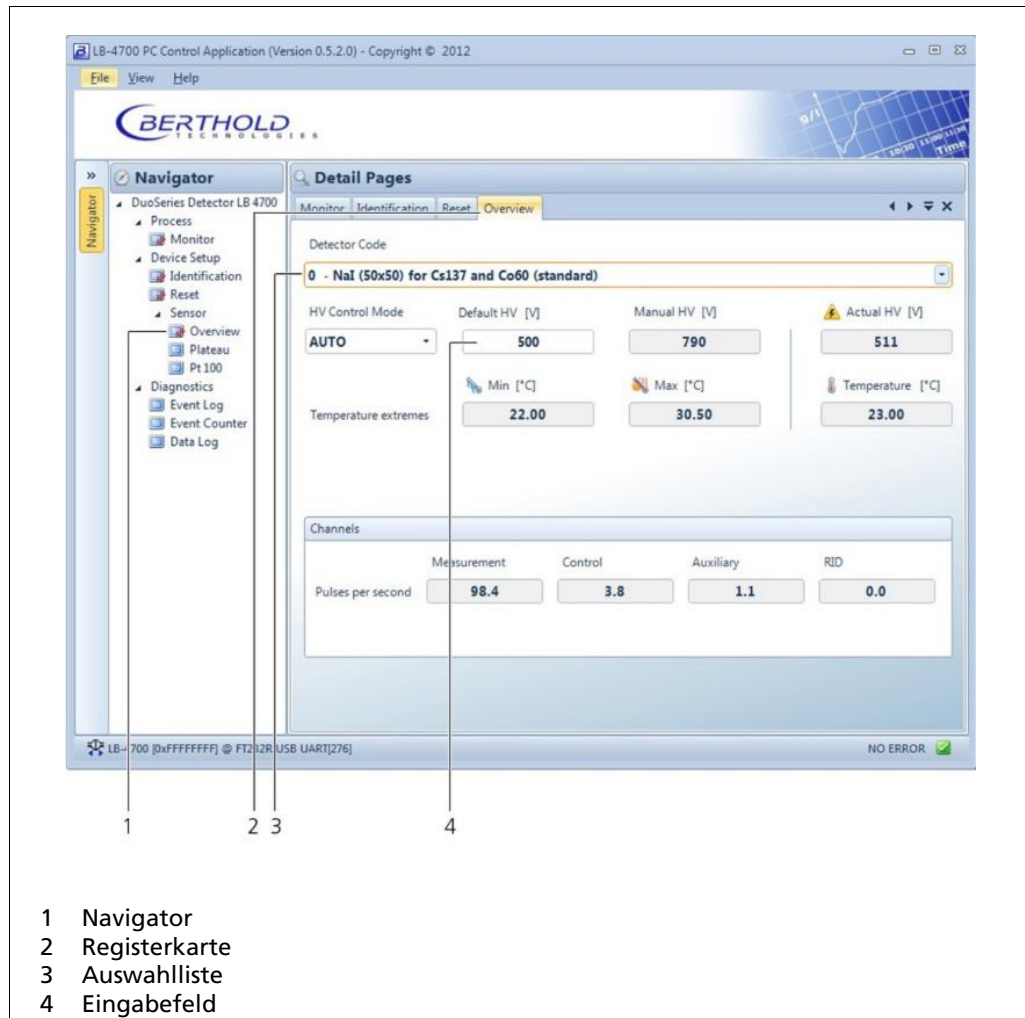

Abb. 29 Benutzer-Oberfläche der PC-Software
1. Navigieren Sie im Navigator mit Doppelklick auf das entsprechende Untermenü (Abb. 29, Pos. 1).
2. Einmal geöffnete Untermenüs bleiben geöffnet und können durch Klicken auf die entsprechende Registerkarte angezeigt werden. (Abb. 29, Pos. 2).
3. Öffnen Sie Auswahllisten über einen Klick auf den Pfeilbutton auf der rechten Seite des Listenfeldes (Abb. 29, Pos. 3).
4. Klicken Sie in die Eingabefelder, um die gewünschten Werte einzutragen (Abb. 29, Pos. 4). Eine rote Umrandung kennzeichnet das angeklickte Eingabefeld.